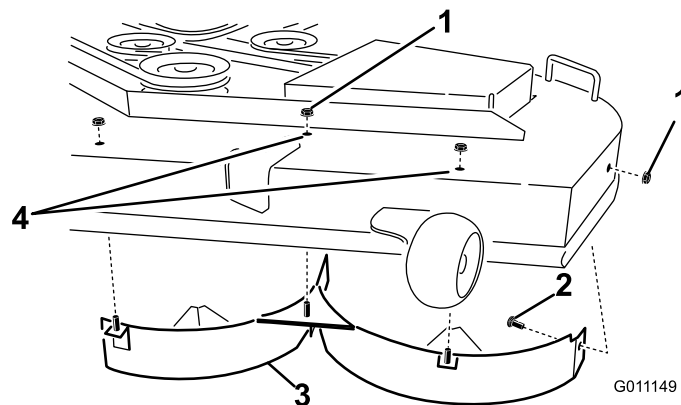

Figura 36
a sinistra del centro ed estrema sinistra sulla parte superiore del piatto di taglio (Figura 36). Rimuovete il bullone a testa tonda e il dado di bloccaggio che fissano il deflettore sinistro al lato del piatto di taglio.
- Staccate il deflettore sinistro dal piatto di taglio come illustrato nella Figura 36.
- Trovate i due bulloni nelle parti sciolte e utilizzate i dadi di bloccaggio presenti. Montate questi elementi di fissaggio nei fori illustrati nella Figura 36, sul piatto di taglio, per prevenire il rischio di detriti volanti. Montate il bullone inserendolo dalla parte interna del piatto di taglio e fissatelo con un dado di bloccaggio presente montato sulla parte superiore esterna del piatto.